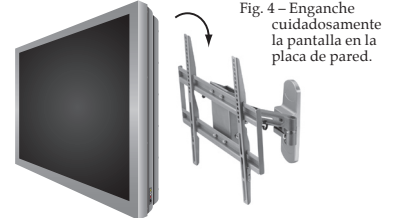

Fig. 4 – Enganche cuidadosamente la pantalla en la placa de pared.
1. Con la ayuda de otra persona, levante cuidadosamente la pantalla y colóquela en el montaje (Fig. 4). Coloque la pantalla en el centro del montaje, y no la suelte hasta que los brazos de montaje hayan quedado completamente afianzados en los travesaños.